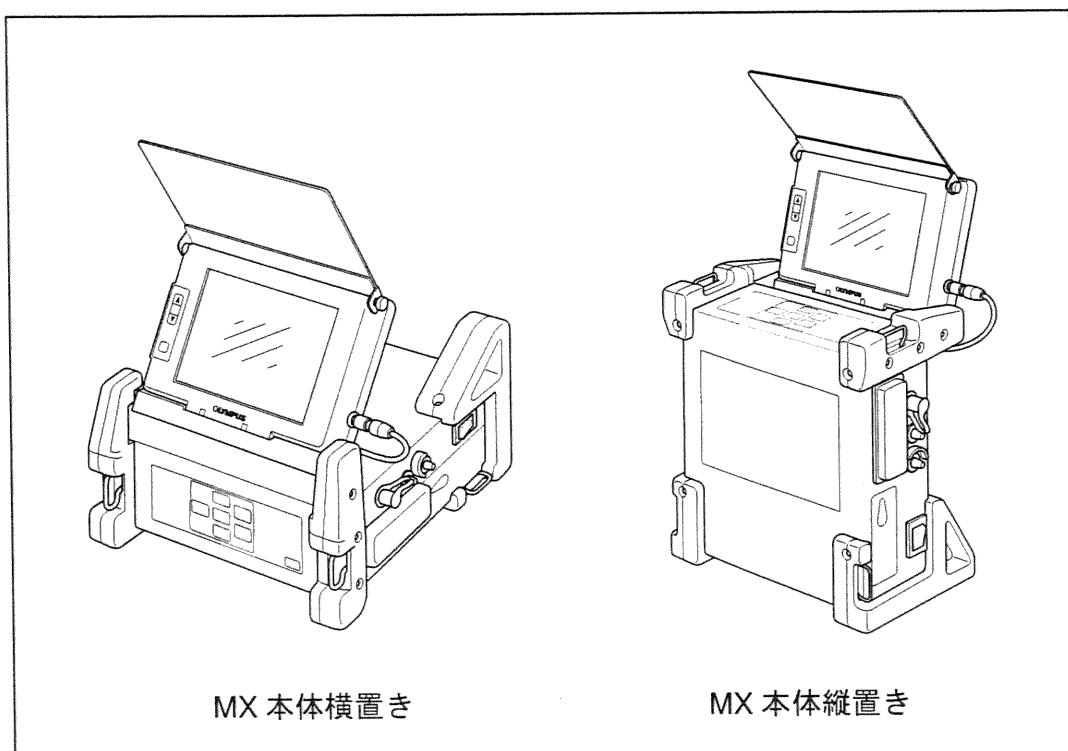

図 3.5
- IPLEX MX 本体を、平らな場所に、がたつかないように置いてください。本体は横置きと縦置きの 2 方向に置くことができます（図 3.5 参照）。